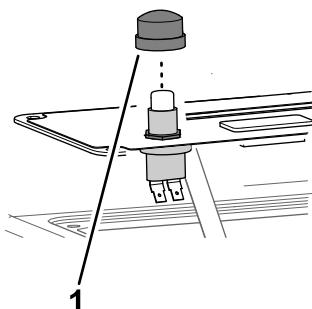

**Figure 5**
3. Montez l'interrupteur sur le couvercle du panneau de commande à l'aide de l'écrou de blocage, et serrez l'écrou de blocage à la main (Figure 5).